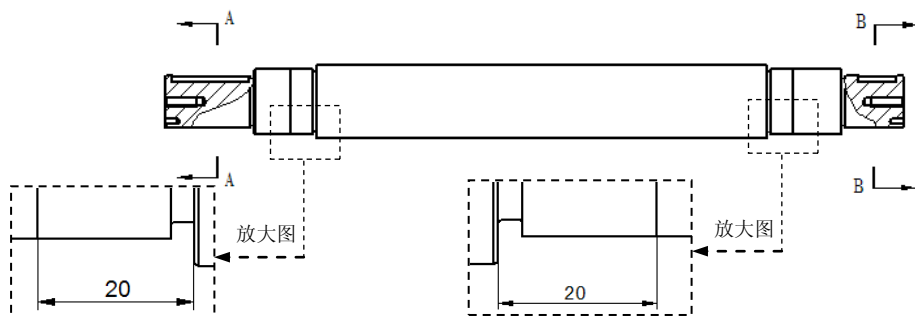

图 10.2.25 标注尺寸
(1) 绘制边线。右击主视图，在系统弹出的快捷菜单中选择 **在视图中绘制** 命令，系统进入编辑视图环境。
(2) 单击 **主页** 选项卡 **绘图** 区域中的  命令，在系统弹出“直线”命令条“线宽”的下拉列表中选择 **.50** 选项。
(3) 然后绘制图 10.2.25 所示的两条边线并标注尺寸，结果如图 10.2.25 所示。